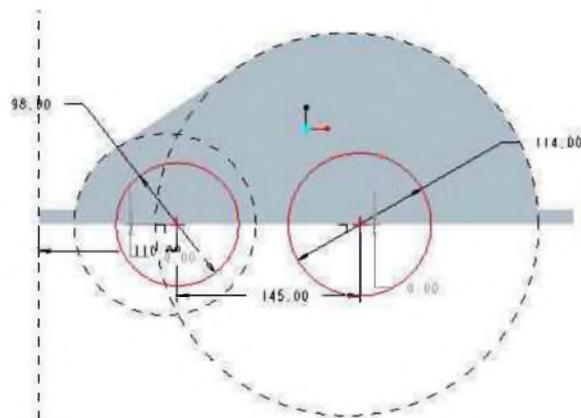

图 2-8
11) 绘制如图 2-8 示的草绘截面，单击“草绘器”工具栏中的按钮退出草绘模式。